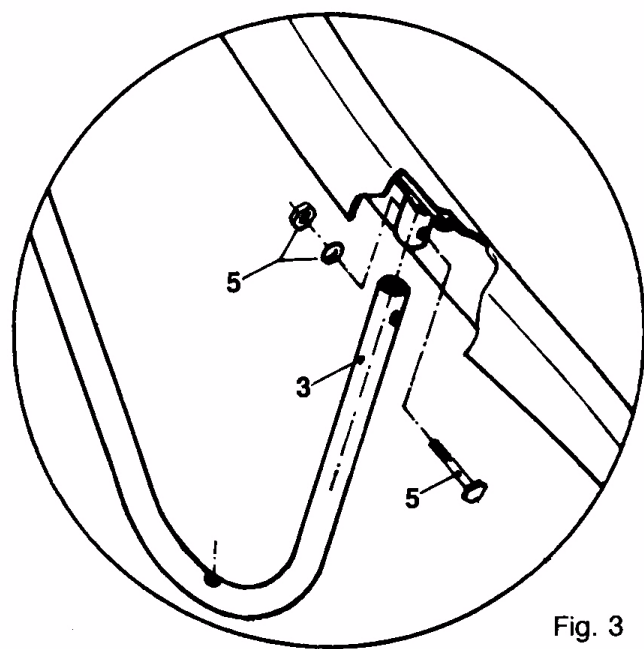
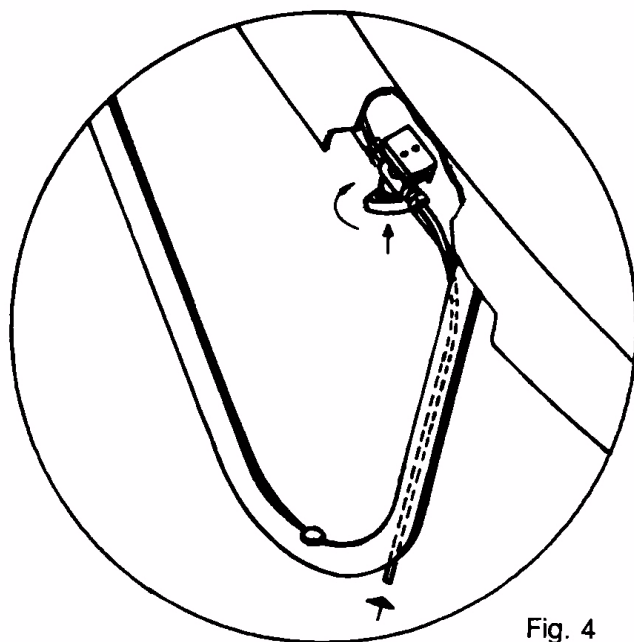

Fig. 3
Fig. 4
- C. Slot rails (2, 3) into their corresponding holes by means of screws (M8), nuts and washers (5). Fig. 3.
- E. Place slide in its eventual position. Note where holes will have to be drilled into the ground, remove slide and drill where necessary to embed the studs (8). Finally, place the discs (11) below the rails (2) and fix the slide with screws (9, 10).
- F. Connect the \varnothing 10 mm. valve to a water source. Fig. 4.
- C. Introduire les mains courantes (2-3) dans leurs emplacements respectifs, en vissant les écrous M8, écrous et rondelles (5). Fig. 3.
- E. Placer le toboggan sur l'emplacement définitif. Marquer les trous de fixation sur le sol. Retirer le toboggan et effectuer les percements pour les chevilles (8). Mettre les joints plats (11) sous les platines et fixer le toboggan à l'aide des visseries 9 et 10.
- F. Raccorder la vanne \varnothing 10 mm. à une prise d'eau. Fig. 4.
- C. Introducir las barandillas (2-3) en los alojamientos correspondientes, fijándolas con los tornillos M8, tuercas y arandelas (5). Fig. 3.
- D. Montar los peldaños (6), (6a), (6b) mediante los tornillos M8, tuercas y arandelas (7), (7a), (7b).
- E. Colocar el toboggán en su emplazamiento definitivo. Marcar los taladros de fijación en el suelo; retirar el toboggán y efectuar los taladros para el anclaje de los tacos (8). Finalmente colocar los discos (11) debajo las barandillas (2) y fijar el toboggán mediante los tornillos autoroscados (9) y (10).
- F. Empalmar la entrada de la válvula \varnothing 10 mm. a una toma de agua. Fig. 4.
- C. Collocare i corrimano (2-3) nei propri alloggiamenti, fissandoli con i bulloni M8, dado e rondella (5). Fig. 3.
- D. Montare i gradini (6), (6a), (6b) mediante i bulloni M8, dado e rondella (7), (7a), (7b).
- E. Collocare el toboga al suo posto definitivo, segnare al suolo con il trapano i punti di fissaggio, tirare via il toboga e fare i fori per l'ancoraggio delle base (8) alla fine collocare i dischi (1) sotto i corrimano (2) e fissare il toboga mediante i bulloni autofilettanti (9) e (10).
- F. Congiungere l'entrata della valvola da \varnothing 10 mm. a una presa d'acqua. Fig. 4.
- C. Handlauf/Stütze (2-3) an den entsprechenden Stellen einfügen und mit den Schrauben M8, Muttern und Beilagscheiben (5) befestigen. Fig. 3.
- D. Stufen (6), (6a), (6b) mit den Schrauben M8, Muttern und Beilagscheiben (7), (7a), (7b) befestigen.
- E. Rutsche an der gewünschten Stelle aufstellen. Befestigungslöcher am Boden markieren; Rutsche wegziehen und Löcher für die Verankerung der Dübel (8) bohren. Scheiben (11) unter den Handlauf (2) legen und Rutsche mit den selbstschraubenden Schrauben (9) und (10) befestigen.
- F. Einlaufseite des Ventils \varnothing 10 mm. mit Wasseranschluss verbinden. Fig. 4.
- C. Introduzir os corrimãos (2-3) nos orifícios correspondentes, fixando-os com os parafusos M8, porcas e anilhas (5). Fig. 3.
- D. Montar os degraus (6), (6a), (6b) com os parafusos M8, porcas e anilhas (7), (7a), (7b).
- E. Colocar o escorrega na sua posição definitiva. Marcar os buracos da fixação no solo retirar o escorrega e efetuar a escavação para a fixação das ancoras (8). Finalment colocar os discos (11) debaixo dos corrimãos (2) e fixar o escorrega com os parafusos (9) e (10).
- F. Ligar a entrada de Válvula \varnothing 10 mm. a uma tomada de água. Fig. 4.